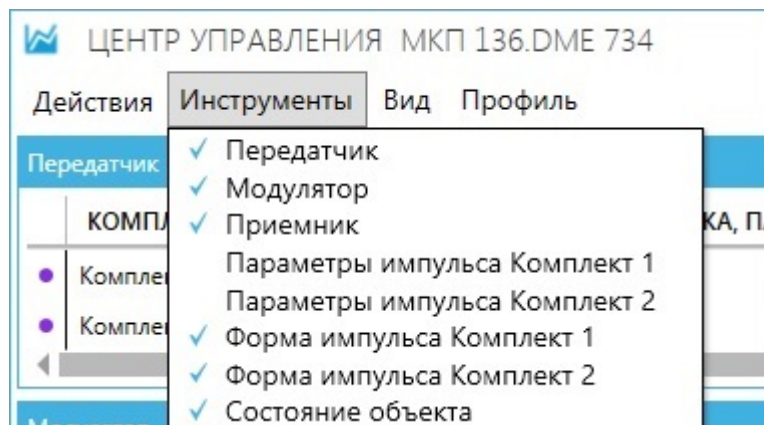

Рисунок 25 — Раздел «Инструменты»
4.2.1.2.2 **Раздел «Инструменты»** определяет порядок расположения виджетов в рабочей области. Раздел содержит список всех доступных виджетов с флажками напротив них. Выбор виджета в списке устанавливает или снимает флажок: установлен — виджет отображается в рабочей области, снят — виджет скрыт (см. рисунок 25).